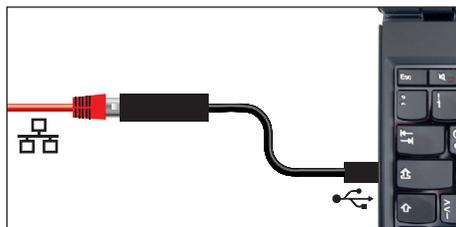

Fig. 8 Convertidor Ethernet–USB
- ▶ Convertidor Ethernet–USB (Fig. 8). Esta pieza permite conectar la conexión Ethernet del equipo (véase la página 12) con la conexión USB de un PC/ordenador portátil.